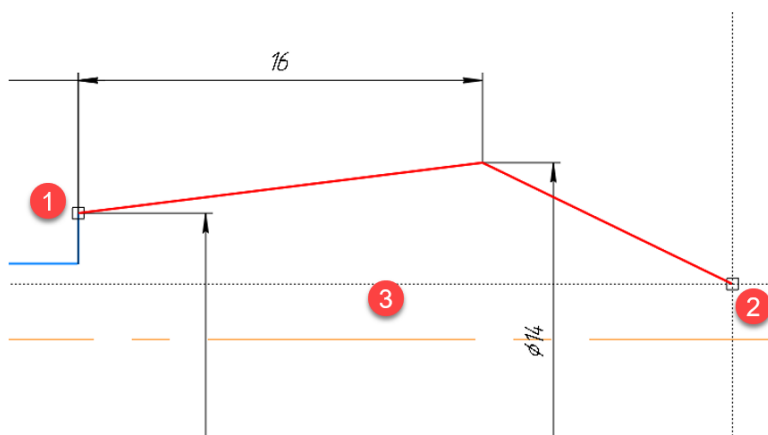

Рис. 52. Ограничение Выравнивание
Укажем последовательно на первую (1) и вторую точки (2), а затем на появившуюся горизонтальную пунктирную линию (3) (линия выравнивания) (рис. 52).